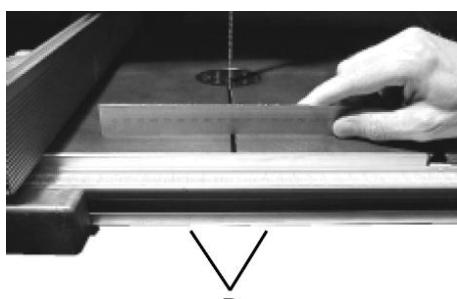

Рис. 12
- Держите стальной уровень на столе поперек канавки близи переднего края стола (см. Рис. 12).
- Если уровень показывает, что есть неровность поперек стола, необходимо отрегулировать стол с помощью двух винтов и стопорных гаек (поставляются со станком), расположенные в нижней части направляющей, (D) (Рис. 12).